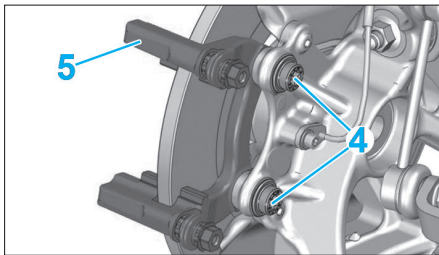

Fig. 28
- les vis (4) (Fig.28),
- le support d'étrier de frein (5).